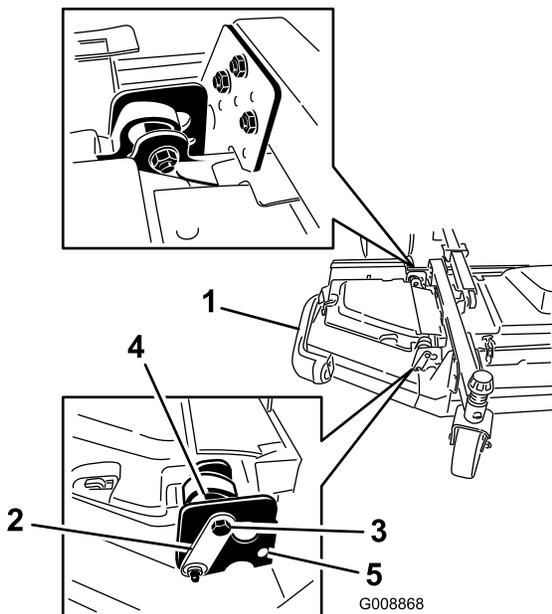

図 7
2. 偏芯スペーサ2枚をウイングレットに固定しているボルトとナットをゆるめる 図 7。
- 後ろ側のトラクションユニットに近い方の偏芯スペーサを回して、外側のブレードの先端の高さが希望する刈高よりも 3 mm 高くなるように調整する 図 7。